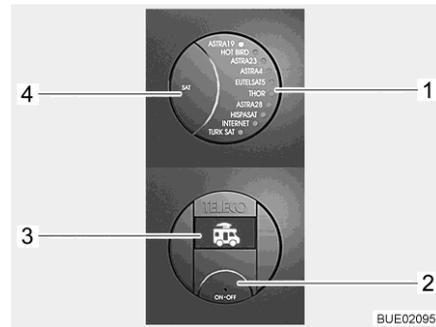

Fig. 27 Panel de mando (TeleSat)
- Pulsar la tecla On/Off (Fig. 27,2). El visualizador LED del satélite seleccionado (Fig. 27,1) y la iluminación de fondo de las teclas están encendidos. En el display (Fig. 27,3) aparece el símbolo del vehículo con antena retraída.
- Volver a pulsar la tecla On/Off (Fig. 27,2). La instalación está conectada. Si la antena había estado retraída, ahora se extenderá a la posición de servicio. Si ya está parpadeando el LED del satélite deseado (Fig. 27,1), esperar algunos segundos. La antena se estará alineando automáticamente con este satélite (la última posición del satélite se guardará después de desconectar). Cuando la instalación ha localizado el satélite, el LED (Fig. 27,1) se encenderá de modo permanente y en el display (Fig. 27,3) se visualizará "SAT OK".
- Pulsar la tecla SAT (Fig. 27,4) repetidamente hasta que el LED (Fig. 27,1) indique el satélite deseado. La antena se alineará automáticamente con este satélite. Cuando la instalación ha localizado el satélite, el LED (Fig. 27,1) se encenderá de modo permanente y en el display (Fig. 27,3) se visualizará "SAT OK".
- Pulsar la tecla On/Off (Fig. 27,2). El visualizador LED del satélite seleccionado (Fig. 27,1) y la iluminación de fondo de las teclas están encendidos. En el display (Fig. 27,3) se visualizará el satélite actualmente seleccionado.
- Volver a pulsar la tecla On/Off (Fig. 27,2). La antena parabólica se retrae. Cuando la antena está completamente retraída, se visualizará el símbolo del vehículo con antena retraída en el display. La instalación cambiará al modo de espera después de algunos segundos.